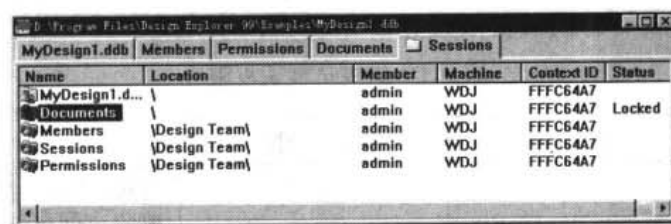

图 2-6 锁定 Document 文件夹后的 Session 视图窗口
- (1) 在 Explorer 中双击打开对话信息 Sessions 文件夹。
- (2) 移动鼠标到需要锁定的文档名上，单击鼠标右键，选择弹出菜单中的 Lock 命令，Session 视图窗口的显示如图 2-6 所示。